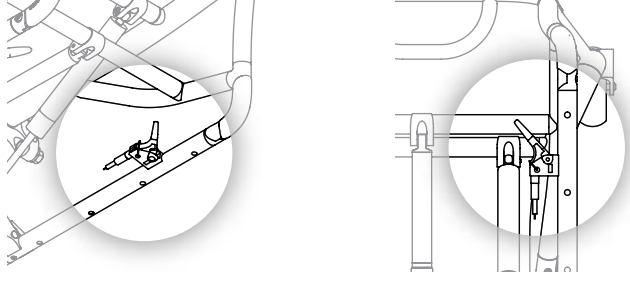

Figure 17.9 Levier d'ajustement de la hauteur du siège.
- 3 Relâchez le levier à la hauteur souhaitée. Voir la figure 17.9 pour l'emplacement du levier d'ajustement de la hauteur du siège.